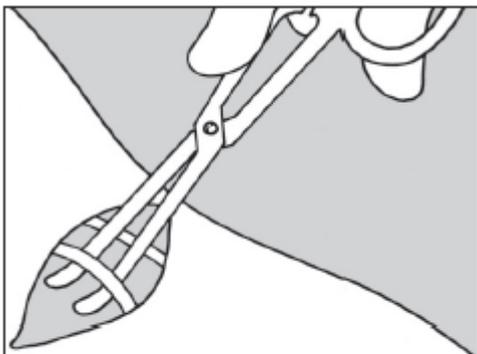

Fig. 12
- a) Faz-se a incisão na pele e a dissecação dos tecidos. (fig.12)